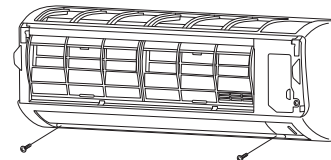

Abb. 3-41
- (2) Die zwei Schrauben entfernen. (Abb. 3-41)
- Das Gitter mit den zwei zuvor entfernten Schrauben befestigen. (Abb. 3-41)